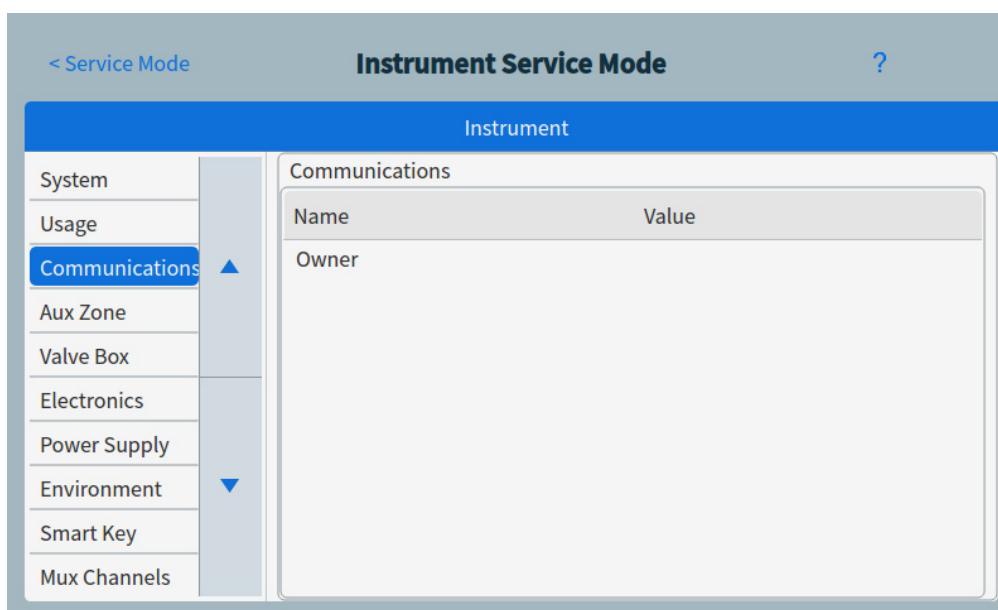

Abbildung 52. Seite „Instrument Service Mode“
- 1 Wählen Sie den gewünschten Komponententyp aus. Die Service Modus-Seite für die ausgewählte Komponente wird eingeblendet. Siehe **Abbildung 52**.